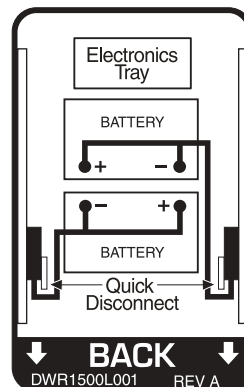

Figure 26. Schéma de câblage des batteries du Blast
- Inspectez tous les raccords électriques. Assurez-vous qu'ils sont bien serrés et libres de corrosion. Les batteries doivent être bien à plat, avec leurs bornes se faisant face. Consultez l'auto-collant appliqué sur la structure pour le schéma de câblage. Voir la figure 26.
Un schéma figure sur l'auto-collant situé sur la structure du Blast près du boîtier électronique. Voir la figure 26.
- Placez les batteries sur leur support de manière à ce que les bornes opposées soient dirigées face à face. Voir la figure 26.